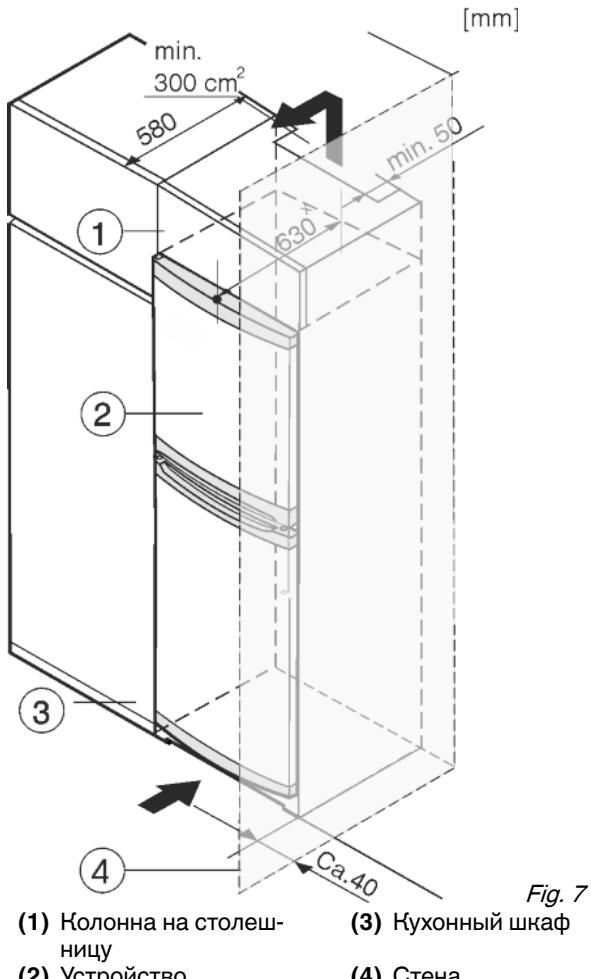

Fig. 7
(1) Колонна на столешнице
(2) Устройство
(3) Кухонный шкаф
(4) Стена
Устройство может быть окружено кухонными шкафами. Чтобы уравнять устройство Fig. 7 (2) по высоте с кухонной стенкой, можно установить над устройством дополнительный шкафчик Fig. 7 (1).
При комбинировании с кухонными шкафами (глубина макс. 580 мм) устройство можно установить непосредственно рядом с кухонным шкафом Fig. 7 (3). Устройство выступает сбоку на 34 мм × и по центру на 50 мм × относительно передней стенки кухонного шкафа.
Если устройство установлено на шарнирах у стены Fig. 7 (4), то расстояние между устройством и стеной должно быть не менее 40 мм. Настолько выступает ручка при открытой дверце.